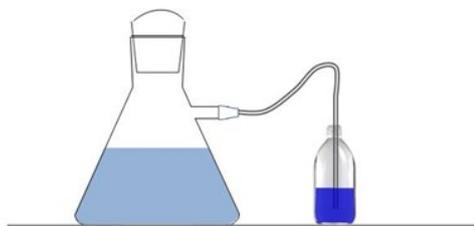

Figura 6
F.2.1. Tire a mangueira de borracha da solução de Ca(OH)_2 e mergulhe-a em uma solução de azul de bromotimol (ID #II) como está mostrado na **Figura 6**.